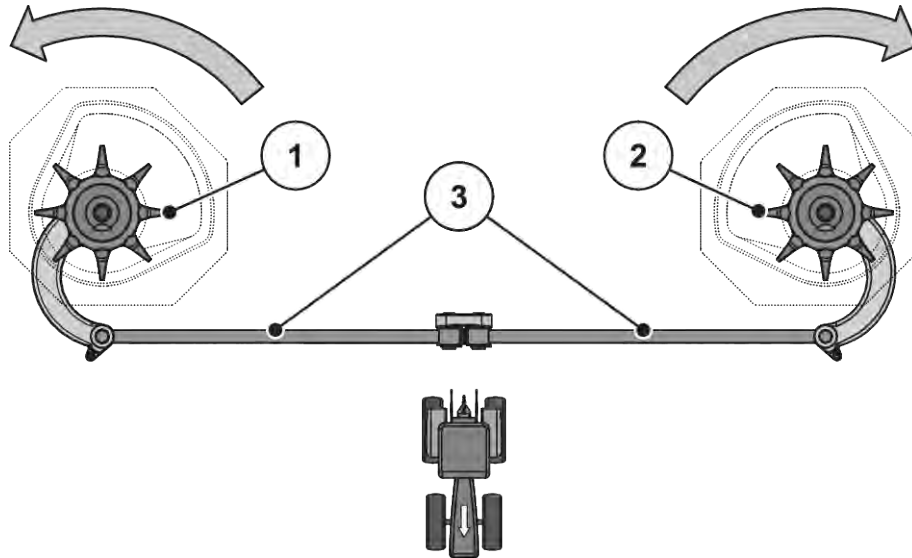

Fig. 54: Kontrollere røreverksdrev
- Drei blandehodet for hånd **i retningen til spredeskiven**. Se Fig. 54 Kontrollere røreverksdrev.
- Drei rørehodet for hånd eller ved hjelp av et oljefilterbånd kraftig **mot dreieretningen til spredeskiven**. Se Fig. 54 Kontrollere røreverksdrev